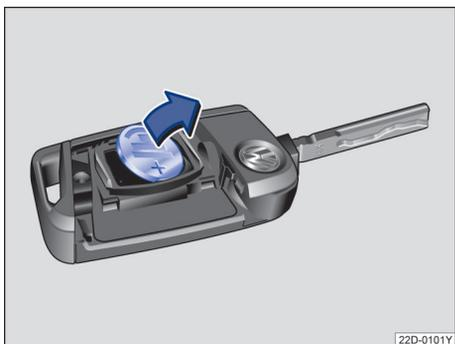

图 47 汽车钥匙：取出旧电池
- 用一合适的扁平器具从电池盒里撬出电池→图 47。
- 安放新电池，然后沿→图 47 箭头相反方向将其推入电池盒内→②。